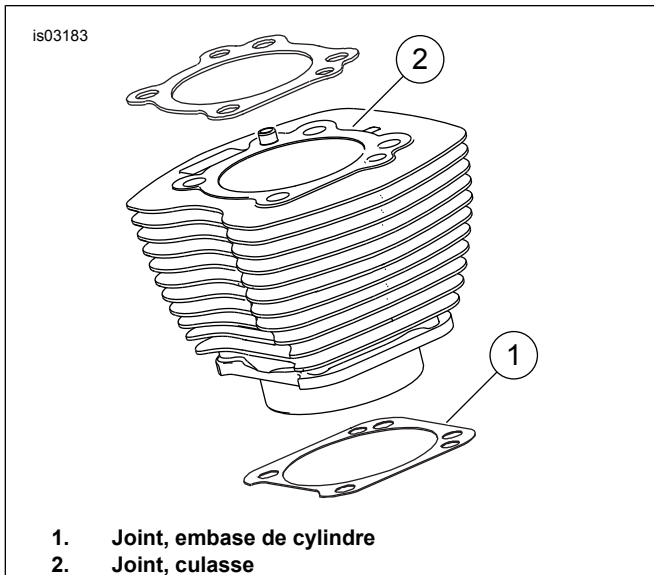

Figure 1. Joints de cylindre
Voir Figure 1. Le joint d'embase de cylindre de 4,060 pouces (1) et le joint de culasse (2) éliminent la nécessité des joints toriques. Ne pas utiliser de joints toriques sur les goujons de cylindre ou les emboîtements de cylindre.